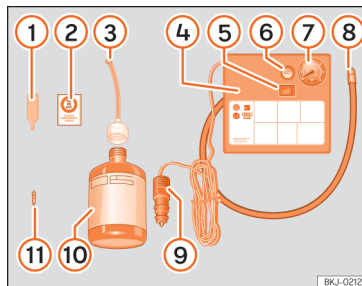

Рис. 259 Стандартний комплект: склад комплекту для ремонту шин.
» рис. 259:
- Зніміть ковпачок і викрутіть золотник вентиля шини. Скористуйтеся інструментом **» рис. 259 1** для викручування золотника. Покладіть золотник на чисту поверхню.
- Ретельно струсіть ємність із герметиком **» рис. 259 10**.
- Вкрутіть шланг **» рис. 259 3** в пляшку з герметиком. Водночас шланг проколює отвір у горловині ємності.
- Зніміть ковпачок із гнучкого шланга **» рис. 259 3** і приєднайте шланг до вентиля шини.
» **рис. 259 ①.**
• Приєднайте шланг » **рис. 259 ⑧** компресора до вентиля шини.
• Переконайтеся, що гвинт для випуску повітря » **рис. 259 ⑥** закритий.
• Вставте штекер » **рис. 259 ⑨** у розетку 12 В в салоні автомобіля » с. 252.
• Увімкніть компресор вимикачем » **рис. 259 ⑤.**
• Наклейте наліпку » **рис. 259 ②** на передню панель у полі зору водія.
Приєднайте шланг » **рис. 259 ⑧** та перевірте тиск манометром **⑦.**